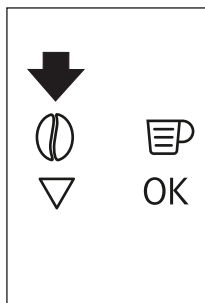

Fig. 15
- ▶ La macchina è impostata in fabbrica per erogare caffè con gusto normale. È possibile richiedere caffè con gusto extra-leggero, leggero, normale, forte, oppure extra-forte e con opzione del caffè premacinato. Per scegliere il gusto desiderato, premere più volte l'icona ☉ (B4) (Fig. 15). Il gusto desiderato del caffè è visualizzato sul display.